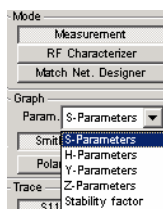

图 5-93 Measurement
1) 选择测量模式 Measurement：下拉菜单 Param 中有 5 个选项，其中包括 S-Parameter（S 参数）、H-Parameter（H 参数）、Y-Parameter（Y 参数）、Z-Parameter（Z 参数），以及 Stability factor（稳定因素），如图 5-93 所示。